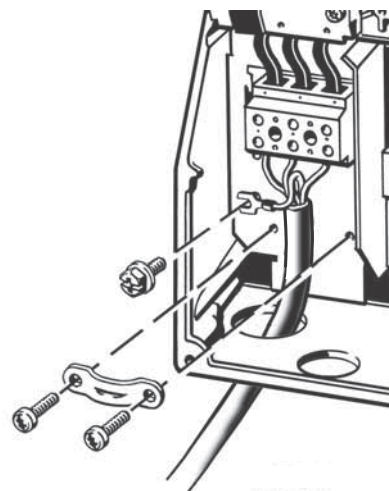

Fig. 14 Branchement secteur, B1 et B2
1. Brancher le conducteur de mise à terre à la borne 95 (PE). Voir fig. 14.